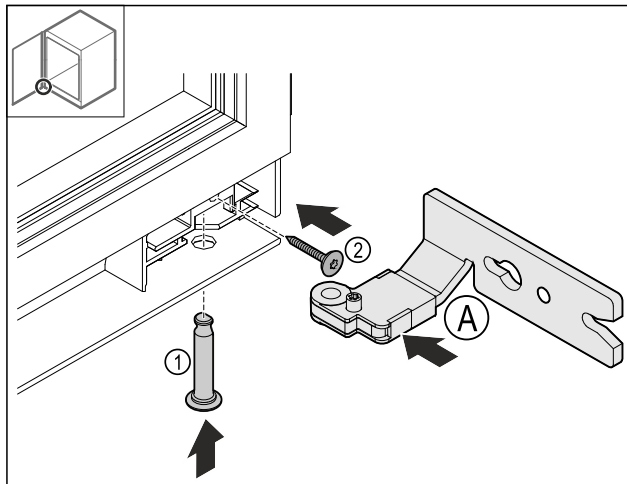

Fig. 27
- ▶ Установите нижний шарнир Fig. 27 (A).
- ▶ Вставьте и зафиксируйте палец Fig. 27 (1).
- ▶ Затяните винт Fig. 27 (2).